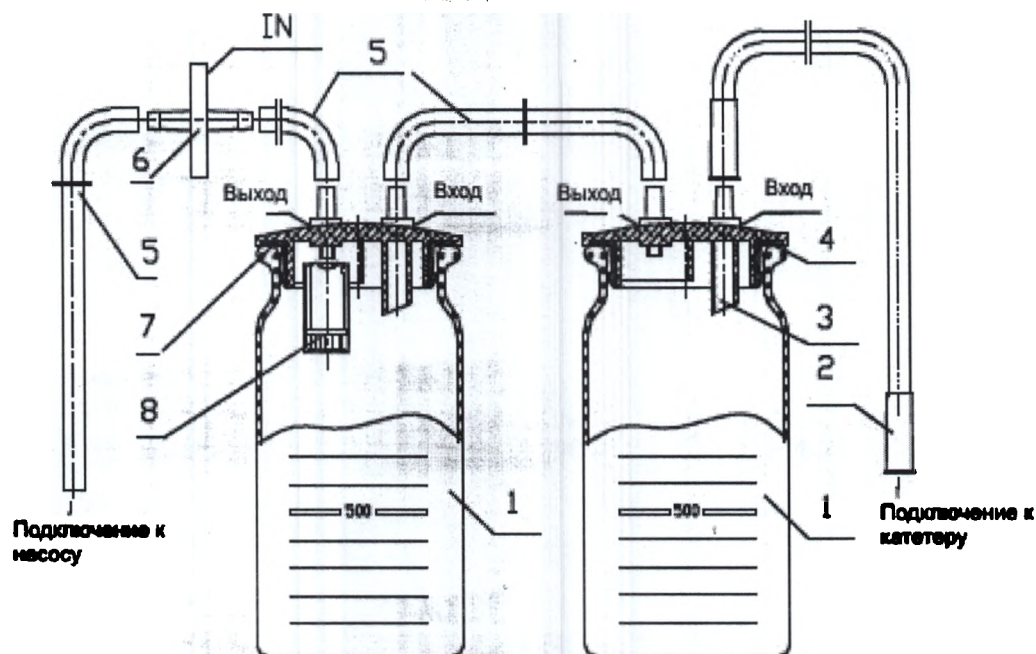

Рис. 2. Схема подключения соединительных трубок
- Плотнo закройте крышку емкости, присоедините шланг отсоса к входному отверстию («IN») емкости для секрета (см.рис. 2), и включите прибор, повернув до упора ручку вакуумного регулятора по часовой стрелке.